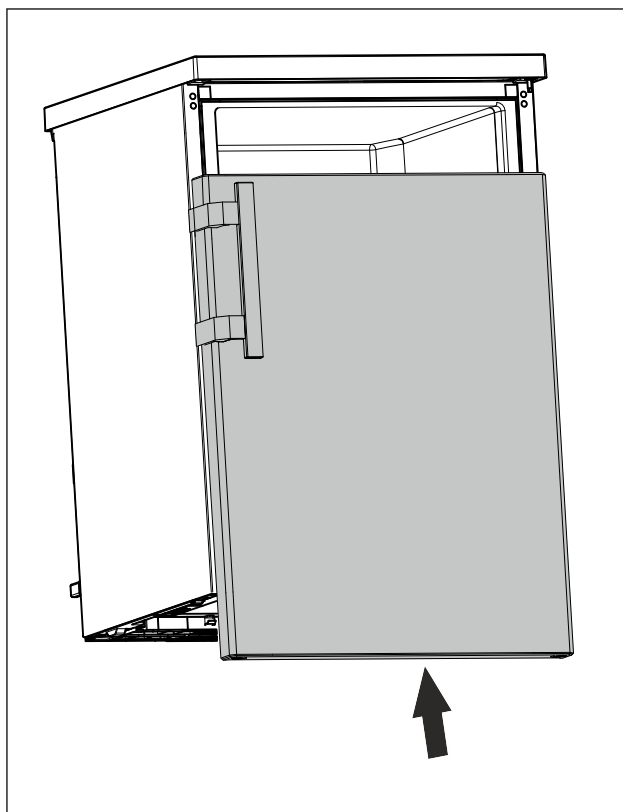

Fig. 24
- ▶ Lükake uks suletud seisundis ülemisele poldile. (vt. Fig. 24)